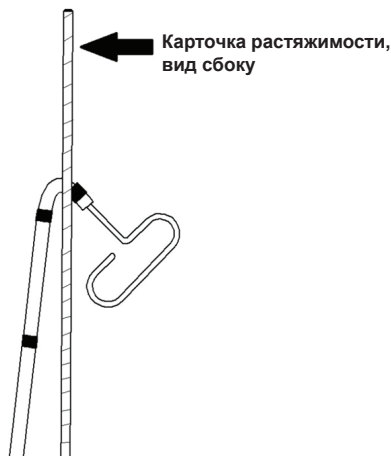

Рисунок 1 — изогнутая конфигурация
- Поместите дистальную метку баллона с изогнутым кончиком внутрь нижней части паза для обработки паром. (см. рисунок 1)